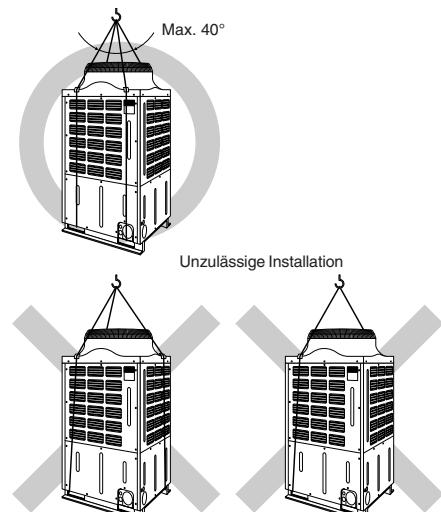

Fig. 3-3
3.3. Vorsichtsmaßnahmen beim Anheben der Anlage (Fig. 3-3)